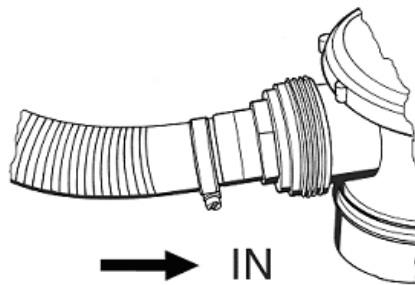

Fig. 2
2. *Ansaugung*: Einlass des Produkts (Fig. 2, IN).